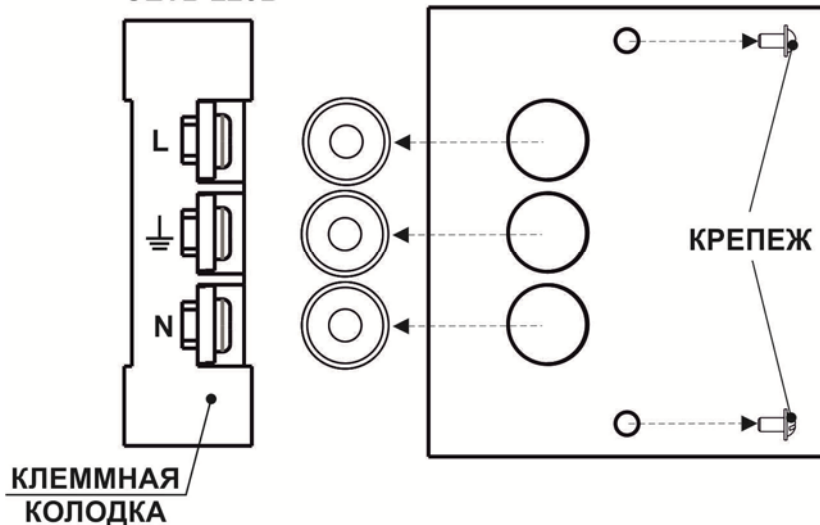

Рисунок 3 – Подключение изделия
- подключить провода сети к клеммной колодке в соответствии с назначением и фазировкой (см. рис. 3);